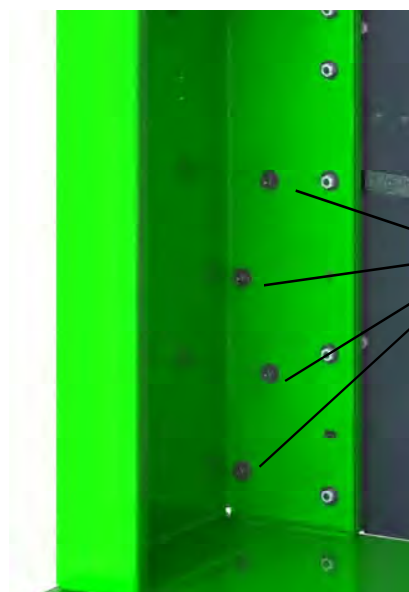
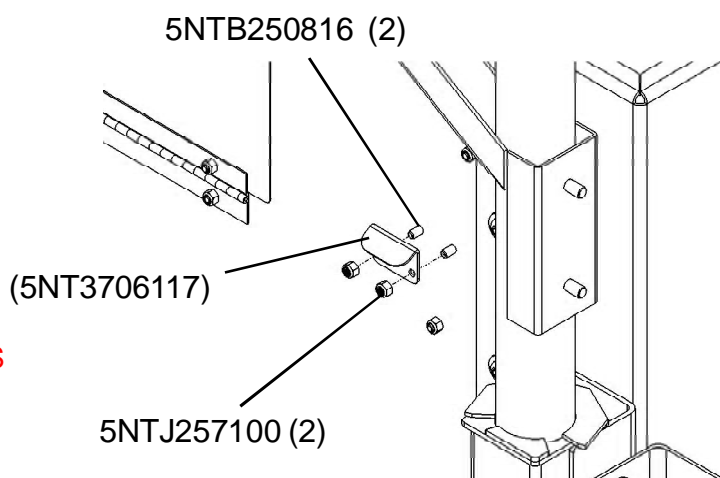

Figure 3
Figure 4
1. Attacher l'assemblage soudé du boîtier de la flèche avec les quatre vis d'assemblage à tête creuse 3/8-16 x 1 po, les quatre rondelles plates 3/8 po et les quatre rondelles de blocage du sac d'assemblage. Voir la figure 3 et la page 10.
4. Installer la troisième poulie avec des vis d'assemblage à tête hexagonale 3/8-16 x 1-3/4, (2) rondelles plates 3/8 et des contre-écrous 3/8-16 dans le bas de l'assemblage soudé du boîtier de la flèche. Voir page 10.
5. Installer le treuil à l'aide de (2) vis d'assemblage à tête hexagonale 3/8-16 x 3/4 po, (2) rondelles d'arrêt 3/8 et (2) rondelles plates 3/8. Le côté où la poignée se monte devrait être vers l'arrière de la machine. Installer la poignée du treuil.
7. Remplacez la poignée sur le côté de la rampe de la porte de l'arrière-garde avec le manche court en utilisant le matériel existant. Voir la figure 4.